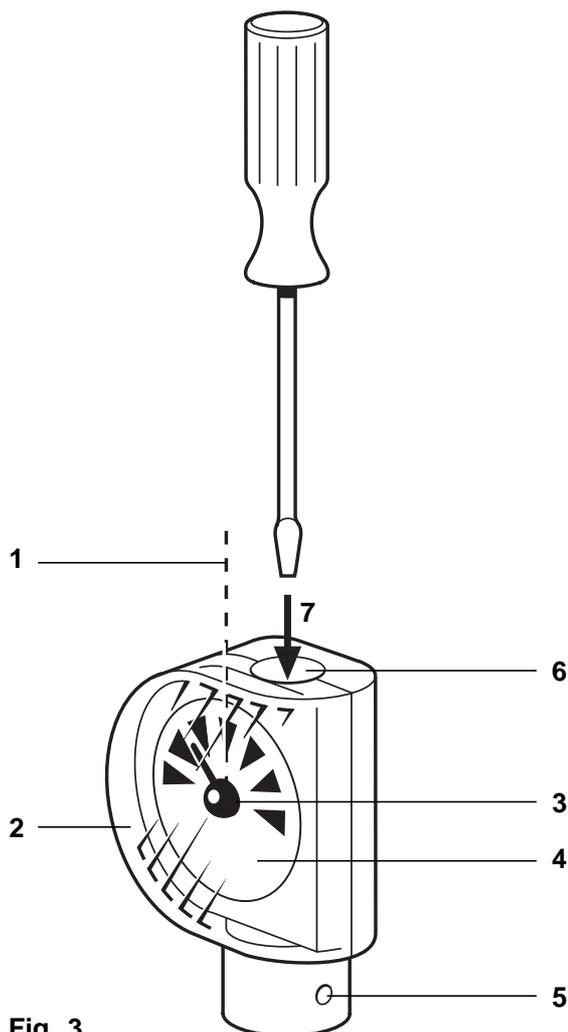

Fig. 3
Para las siguientes instrucciones deberá hacer referencia a la Fig. 3. El termostato se suministra calibrado a la temperatura límite superior y debe ajustarse a la posición media in situ (1). Para realizar ajustes, sacar el tapón (1) y usar un destornillador para girar el indicador, en sentido de las agujas del reloj para disminuir la temperatura, y contra reloj para aumentarla. Una vez la planta en funcionamiento, convendrá comprobar si el termómetro marca igual que la escala de temperatura del regulador. Si existe alguna pequeña diferencia y se requiere un control preciso, puede hacerse un reajuste de la forma siguiente:-
1. Retirar la tapa transparente (2) de cabezal y mover el indicador de temperatura (3) hasta que corresponda a la temperatura real.
2. Volver a colocar la tapa transparente (2).